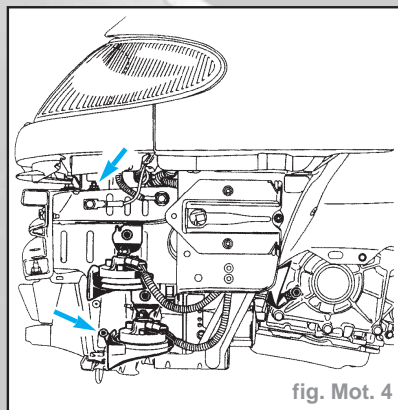

fig. Mot. 4
- Déposer les 4 vis de fixation des déflecteurs sur le longeron (fig. Mot. 4).